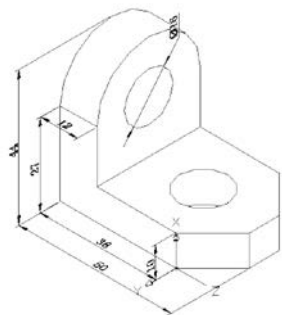

图 11.109 线性标注
(14) 在【功能区】选项板中选择【注释】选项卡, 在【标注】面板中单击【线性】按钮, 标注底座的高, 如图 11.109 所示。
(15) 在【视图】选项卡中的 UCS 面板中单击 Y 按钮, 将坐标系绕 Y 轴旋转 90° ,